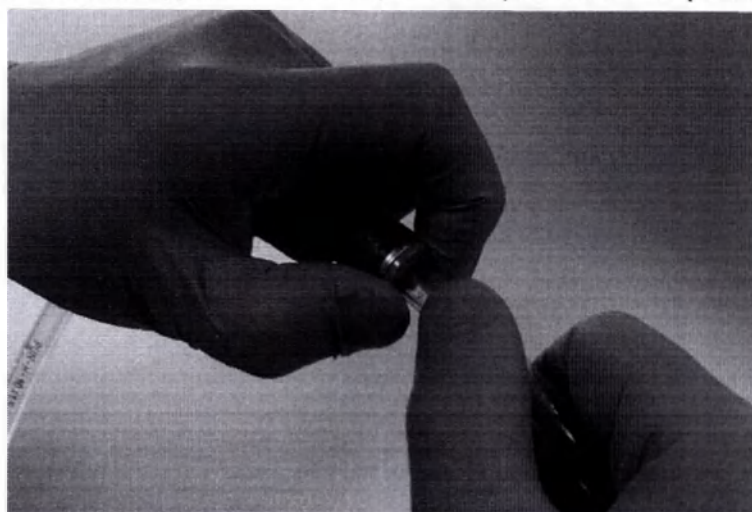

Рис.16.2 – Разборка шланга воронки
16.7. Далее необходимо разъединить части заливного шланга, нажав на синее колечко, которое находится в месте соединения частей, и вытащить шланг из разъема (рис. 16.2).